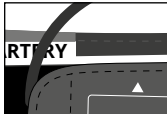

Bild 4
- Prüfen Sie, ob der Messpfeil auf der Manschette innerhalb der „Markierung für Armmumfang“ am Manschettenrand liegt (Bild 4).